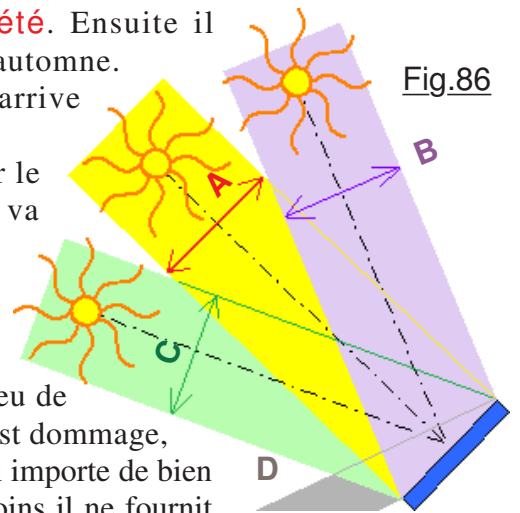

Fig.86
**A** analysons maintenant l'influence de la hauteur solaire sur le flux d'énergie capté par l'installation photovoltaïque. On va envisager l'installation de la Fig.86 pour laquelle le panneau solaire est incliné de  $44^\circ$  sur l'horizontale, privilégiant les **Équinoxes**. C'est le cas **A** pour lequel la "surface" de lumière captée est la plus grande. On collectera un maximum d'énergie. Pour l'été, la "largeur" de capture **B** est un peu plus faible. Donc on perd un peu de flux solaire et le rendement énergétique est un peu moins bon. C'est dommage, car c'est en été que l'on risque le moins des couvertures nuageuses. Il importe de bien comprendre que plus le Soleil est proche du plan des panneaux, moins il ne fournit d'énergie sur ces derniers. Par exemple en **D** la "largeur" énergétique est à peine  $1/3$  de celle en **A**. Du reste si on dispose le panneau "par la tranche", les cellules ne collectent plus aucun électron. En **C** les conditions sont très mauvaises, car l'inclinaison collecte moins d'énergie, et surtout on favorise la saison hivernale, c'est à dire la période nuageuse, le soleil étant masqué de plus par les arbres.